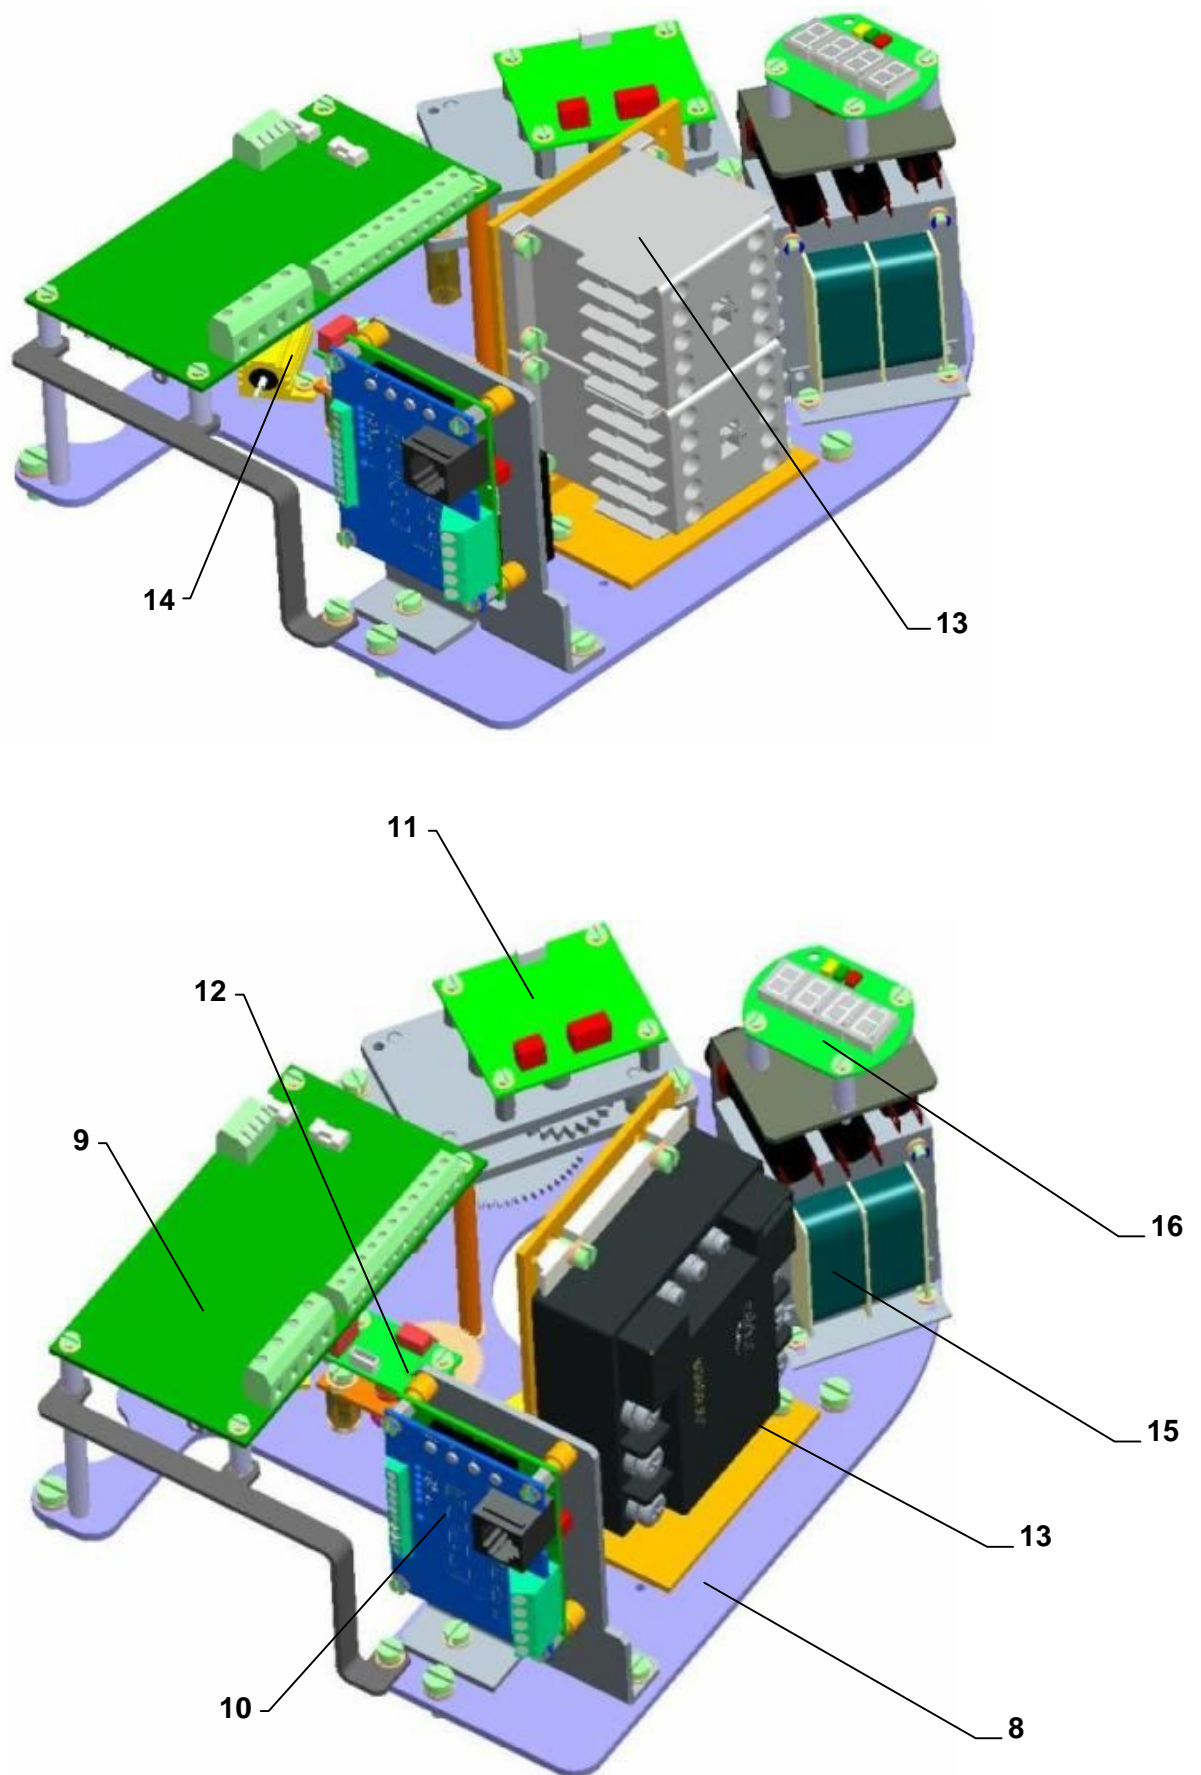

Рис.3 - MOR 3PA, MOR 3.4 PA, MOR 3.5PA, MOR 4PA
Нижняя часть шкафа управления включает шкаф силовой передачи и создает несущую часть передачи управляющей плиты (Рис.3 и Рис.3а).
Рис.3а - MOR 5PA
Приводная часть ЭП – **электродвигатель (М1) (Рис.1)**, питаемый из **доски источника (9)**(рис.3,3а) и управляемый из **блока управления (10)**(рис.3,3а) электроники DMS3.
На доске управления (8) (рис.3,3а) установлено отопительный элемент (14) (рис.3,3а).
**Блок управления (10)** (рис.3,3а) – главная часть системы DMS3 – содержит микропроцессор, 6 сигнальных LED ламп и 4 кнопки для простой настройки и контроля ЭП, коннекторы для подключения датчика и доски источника и коммуникационный коннектор (подключение PC компьютера для настройки и диагностики), по исполнению 2 свободно программируемые реле R1 и R2, 1 реле READY и клеммы для электрического питания.
**Доска источника для трехфазной версии (9)** (рис 3,3а) – питаемый из трансформатора и окзывает потребителю выходное напряжение 24В DC, макс. 100мА (по исполнению). Составной частью доски источника являются пользовательское реле READY, от RE1 по RE5. Доска источника обеспечивает выход на отопительное сопротивление, также и на катушку управления реверсивных контакторов, или бесконтактного выключателя двигателя. Содержит пользовательскую клеммную колодку и коннектор для присоединения к блоку управления.
**Блок съёмки положения (11)** (рис.3,3а) – обеспечивает бесконтактный магнетический съём положения выходного органа.
**Блок съёмки момента (12)** (рис.3,3а) – обеспечивает бесконтактный съём момента.
**LED дисплей (16)** (рис.3,3а) – предназначен для изображения моментального положения выходного органа ЭП, для отчета и изображения эвентуальных погрешностей, которые могут явится во время работы ЭП. Сигнализация хода ЭП и ошибок индикуется и при помощи LED диод. LED дисплей применяется только в исполнениях ЭП без местного управления.